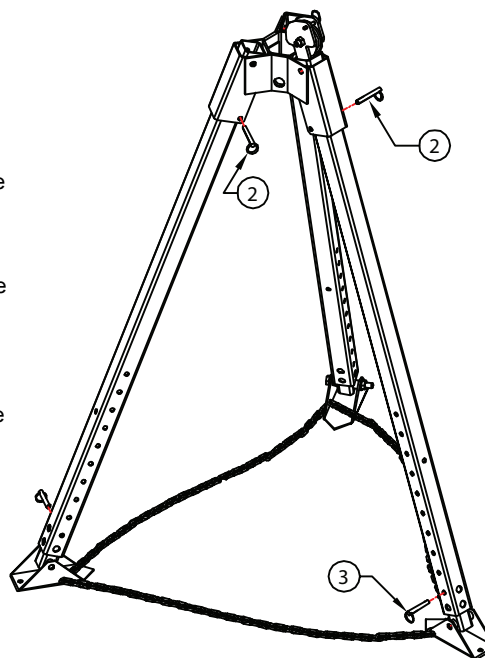

FIG. 2
3. Aprire completamente le tre gambe. Inserire i fermi [2] in tre posizioni per fissare le gambe aperte (Fig. 2).